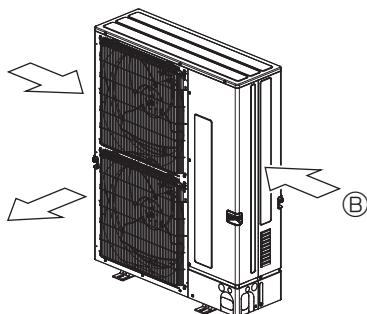

Fig. 2-6
- ③ Plaats het apparaat indien mogelijk zo dat de luchtauitlaat in dezelfde richting blaast als de seisoenswinden. (Fig. 2-6)